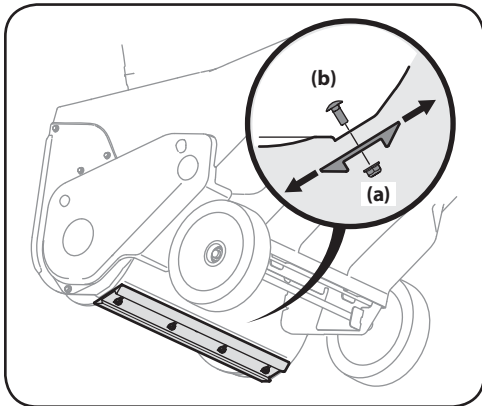

Figure 4-2
3. Desserrez les quatre écrous autobloquants à bride (a) et les boulons de carrosserie (b) qui retiennent la lame de raclage au boîtier. Voir Figure 4-2. Placez la lame de raclage à la position désirée, puis remplacez les écrous autobloquants à bride (a) et les boulons de carrosserie (b). Serrez-les bien.
4. Retirez les quatre boulons de carrosserie (b) et les quatre écrous à bride (a) qui fixent la lame au boîtier de la souffleuse à neige. Voir Figure 4-2.